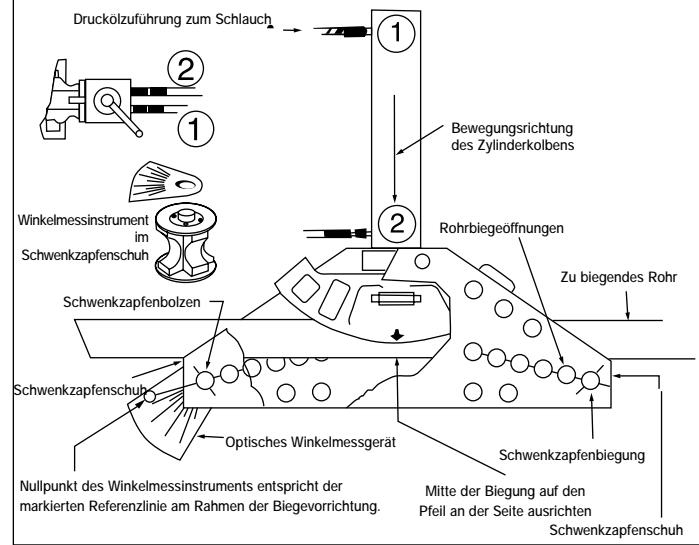

Abbildung 3, Biegen des Rohres
- Das optische Winkelmessgerät wie in Abbildung 3 dargestellt an der Oberseite des Schwenkzapfenschuhs anbringen. Ein Fixierstift an dem Messinstrument passt in eine Bohrung des Schwenkzapfenschuhs.